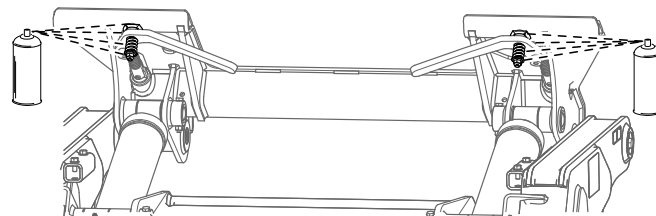

Figura 48
7. Lubrique los acoplamientos rápidos con lubricante en spray (Figura 48).